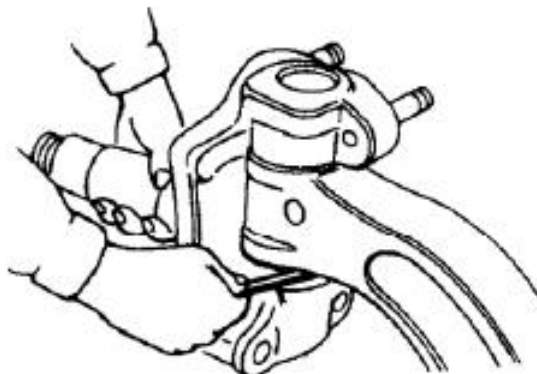

图 7-2
(3) 测量转向节与前轴之间的间隙。选择适当的调整垫片, 保证间隙 0.05~0.15mm 之间。(图 7-2)